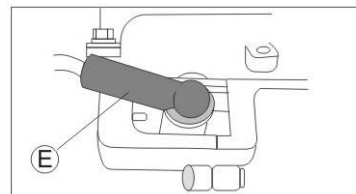

Abb. 34
- Den Entstörstecker "E" abnehmen (Abb. 34).